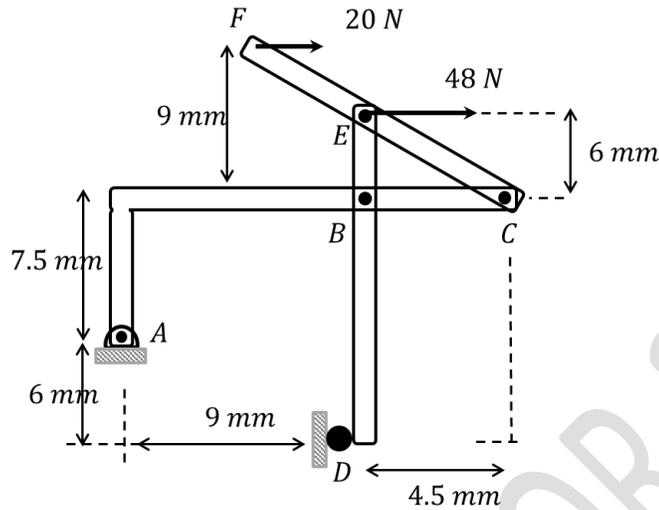

Fig. 6.6.
6.3.- Para el armazón y las cargas aplicadas en el elemento CF mostrado en la Fig. 6.6, calcule las componentes de las fuerzas internas que actúa sobre el elemento ABC, ED y CF.